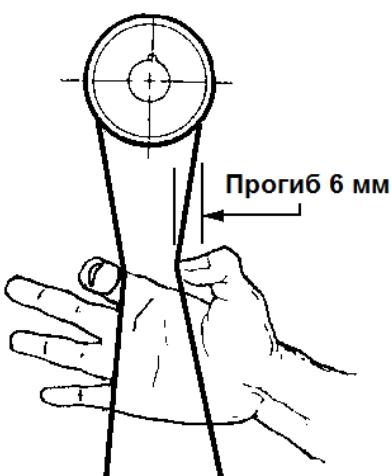

Рис. 11
2. Проверьте натяжение ремня, скжав пальцами две его части посередине между шкивами (см. Рис. 11) с умеренной силой. Надлежащее натяжение характеризуется прогибом примерно в 6 мм.